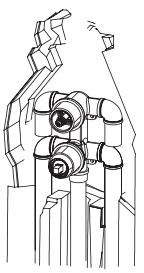

Рис. 2 / 2 сур.
- Необходимо смонтировать смеситель, подключив к нему трубы системы водоснабжения, и закрепить его к стене (рис. 2).